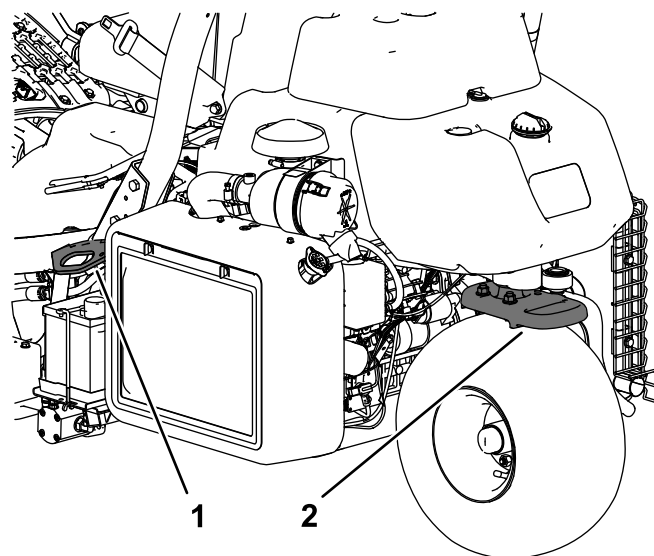

Figura 24
- Amarre la máquina firmemente con correas, cadenas, cables o cuerdas. Tanto la correa delantera como la trasera deben orientarse hacia abajo y hacia fuera respecto a la máquina (Figura 24).